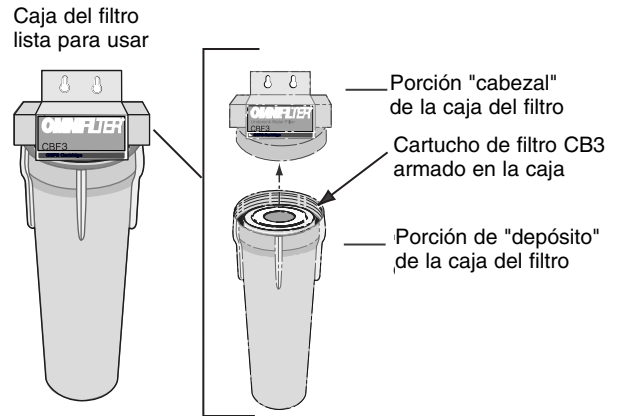

Figura 6
- El cartucho del filtro viene armado en la caja del filtro. Consulte la Figura 6 con los componentes del cartucho del filtro.